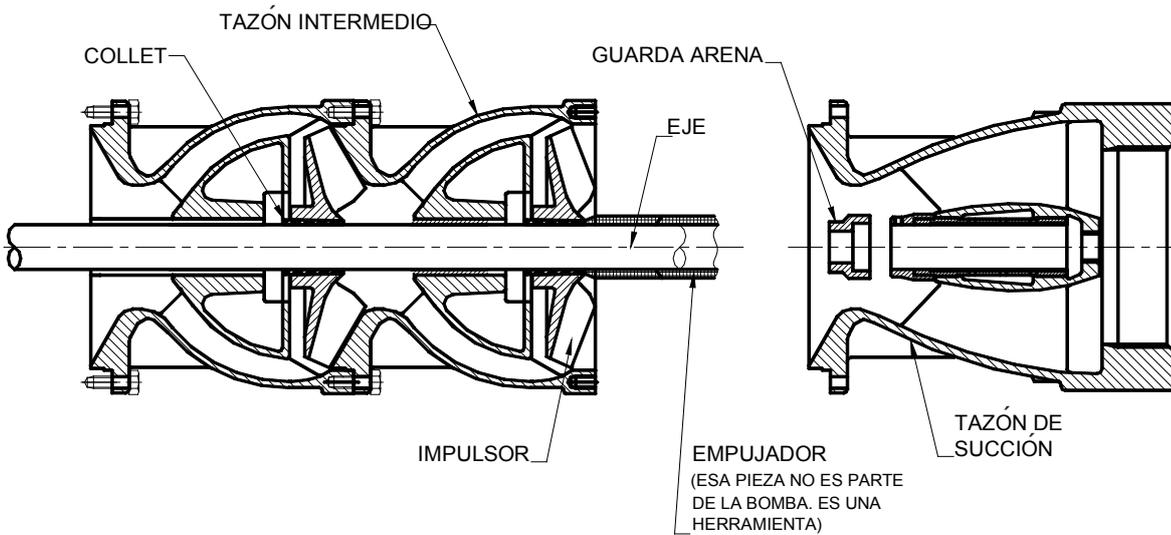

Fig. 10. Desarmado de la bomba
- Coloque el empujador de collet sobre el eje (Fig. 10) y golpee con él collet entre el impulsor y el eje hasta liberar el impulsor. Extraiga el impulsor. Y el collet (la cuña cónica partida). Coloque el collet y el tazón en un lugar previamente preparado. Limpie el eje antes de continuar.